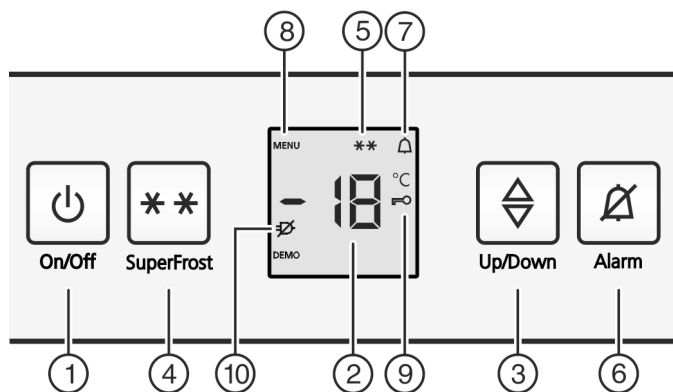

Fig. 2
- Symbol SuperFrost Fig. 2 (5) miga razem ze wskaźnikiem temperatury.\*
- ▶ Nacisnąć przycisk On/Off Fig. 2 (1).
- ▶ Aktywacja trybu regulacji: Nacisnąć i przytrzymać przycisk SuperFrost Fig. 2 (4) przez ok. 5 sekund.
- ▷ Na wskaźniku pojawia się symbol menu Fig. 2 (8).
- ▶ Krótko potwierdzić przyciskiem SuperFrost Fig. 2 (4).
- ▷ Na wskaźniku świeci symbol zabezpieczenia przed dziećmi Fig. 2 (9).
- ▶ Krótko wcisnąć przycisk On/Off Fig. 2 (1).
- ▷ Symbol zabezpieczenia przed dziećmi Fig. 2 (9) gaśnie.
- ▶ Nacisnąć przycisk Alarm Fig. 2 (6).
Jednocześnie miga wskaźnik temperatury i symbol Alarmu Fig. 2 (7).
Akustyczny sygnał ostrzegawczy milknie automatycznie, znika symbol Alarmu Fig. 2 (7) i wskaźnik temperatury przestaje migać, gdy temperatura będzie ponownie wystarczająco niska.